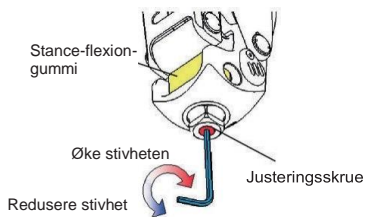

Fig. 9 Slik justerer du stivhet i stilling og fleksjon
- Juster justeringskruen vist i fig. 9 med en 3 mm sekskantnøkkel.